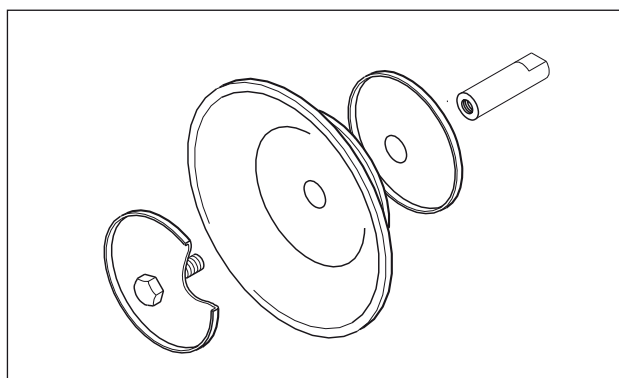

Abb. 13: Montage Standardmembran mit Innen- und Außenteller
- Pumpen DL 40, 50 und 80 mit PTFE-Membranen haben innere Membranteller mit angeschraubten Distanzscheiben zur Verringerung und Verlagerung des Hubes. Bei nachträglicher Umrüstung auf PTFE-Membranen müssen die entsprechenden Teller verwendet werden (Abb.13).